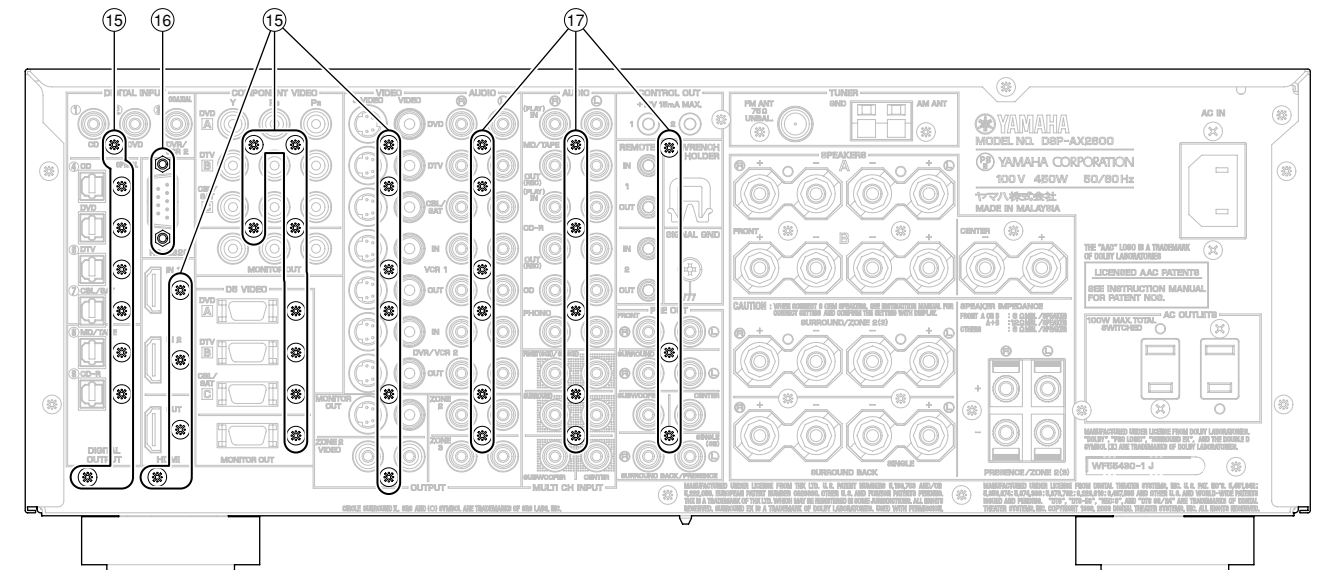

Fig. 5
- Remove 22 screws (15) and 2 jack screws (16). (Fig. 5)
- 15のネジ26本、16のジャックスクリュー2本を外します。(Fig. 5)
6. Removal of INPUT (1) ~ (4) P.C.B.s
- Remove 14 screws (17). (Fig. 5)
- 17のネジ14本を外します。(Fig. 5)